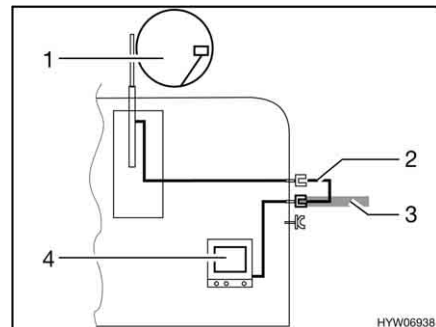

Fig. 186 TV en el vehículo
- TV en el vehículo (Fig. 186,4): Conexión a la antena del techo (Fig. 186,1) con el cable de conexión (Fig. 186,2)
- TV en el vehículo (Fig. 186,4): Conexión a antena externa (Fig. 186,3)